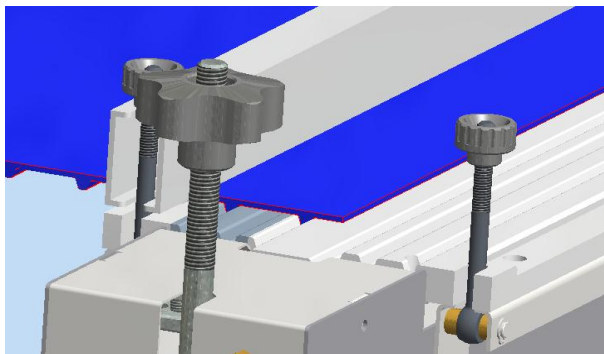

FIGURE 5
- Placer la première extrémité de la bande Cleandrive™ sur la plaque de jonction, en mettant les dents dans les logements correspondants (Figure 5). Fixer la bande en position grâce au presseur de blocage, serrant les deux boutons.